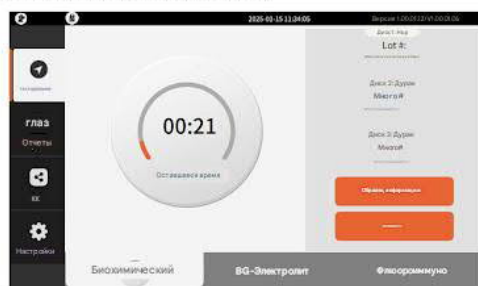
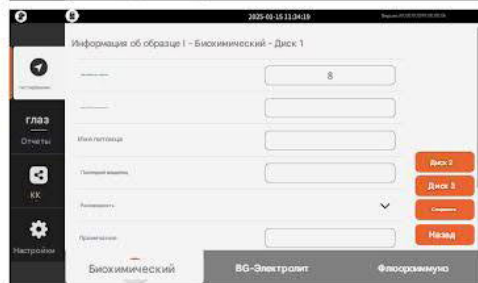

рис. 4-6-3
рис. 4-6-4
- Во время тестирования нажмите [Информация об образце], введите соответствующее количество данных об образце реагентного ротора, завершите ввод, нажмите [Сохранить] и дождитесь завершения тестирования, как показано на рис. 4-6-3 и рис. 4-6-4;